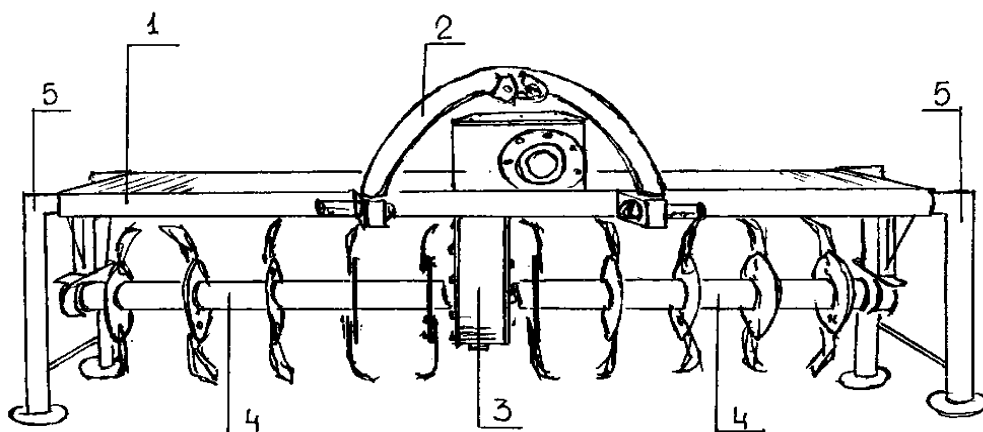

Рис. 1.
5.2. С помощью прицепного устройства 2(рис.1) установить фрезу на трактор (рис.2)
5.3. *Поднять фрезу в транспортное положение, установить упоры(рис.2), Заглушить двигатель. Только после этого установить рабочие лопатки на секции вала (рис.1).В дальнейшем также производить ремонт и обслуживание рабочего органа.